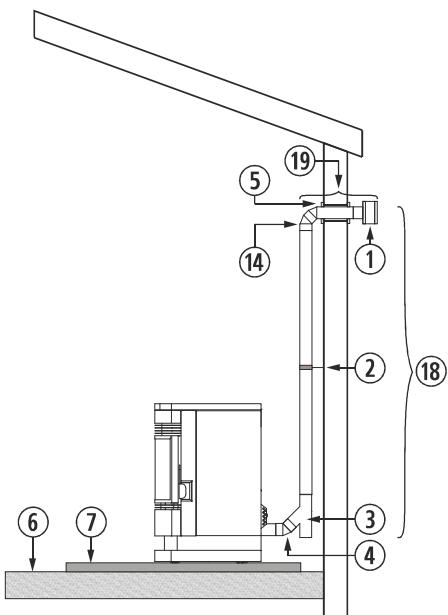

Figura 8
- 4.26.** L'installazione di una stufa ad incasso in un caminetto può essere realizzata in completa totalità in un tubo flessibile, così come è indicato nella figura 8. Dobbiamo prestare speciale attenzione al momento di realizzare l'isolamento tra il caminetto e il tubo di fuoriuscita di gas per evitare possibili arretramenti di gas in caso di tormenta.